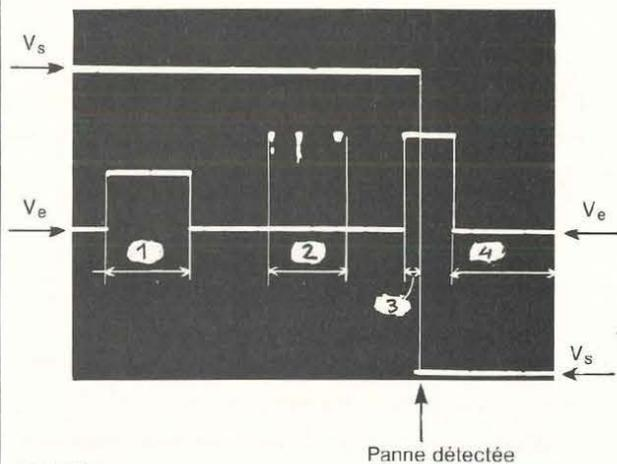

Fig. 11
1) Il constitue un filtre passe bas assurant une certaine temporisation. Ainsi la protection ne sera pas déclenchée par des parasites, comme le montre la page 2 de la photo représentée à la figure 11.